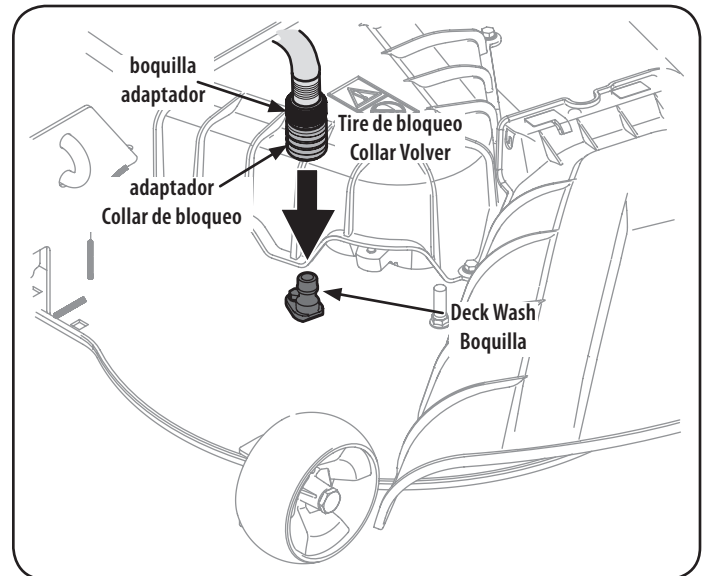

Figura 23
3. Tire hacia atrás el collarín de ajuste del adaptador del pico y empuje el adaptador hacia el pico de lavado de plataforma del extremo izquierdo de la plataforma de corte. Suelte el collarín de ajuste para trabar el adaptador en el pico. Consulte la Figura 23.